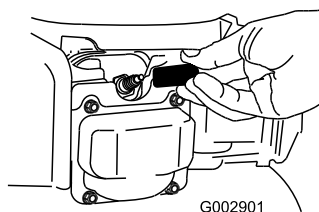

Рисунок 38
2. Отсоедините провод от свечи зажигания (Рисунок 38), прежде чем выполнять любые процедуры технического обслуживания.